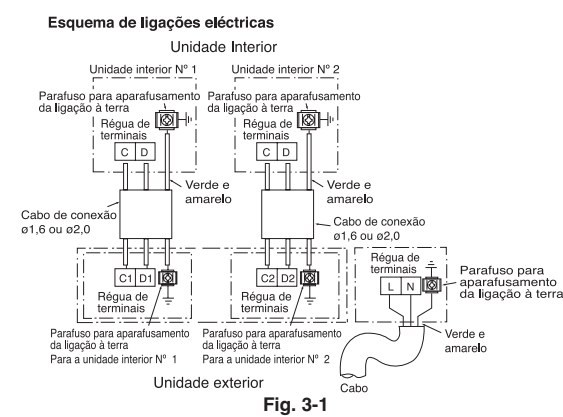

Fig. 3-1
- (1) Conectar os cabos eléctricos entre a unidade interior e a unidade exterior, de acordo com a Fig. 3-1. Não executar, de modo algum, a conexão dos cabos eléctricos erradamente. Em caso da conexão incorrecta, a unidade pode não funcionar propriamente e pode causar mau funcionamento.
- (2) O cabo de ligação terá de ser fixado por a banda que estiver localizada mais perto do quadro de terminais.